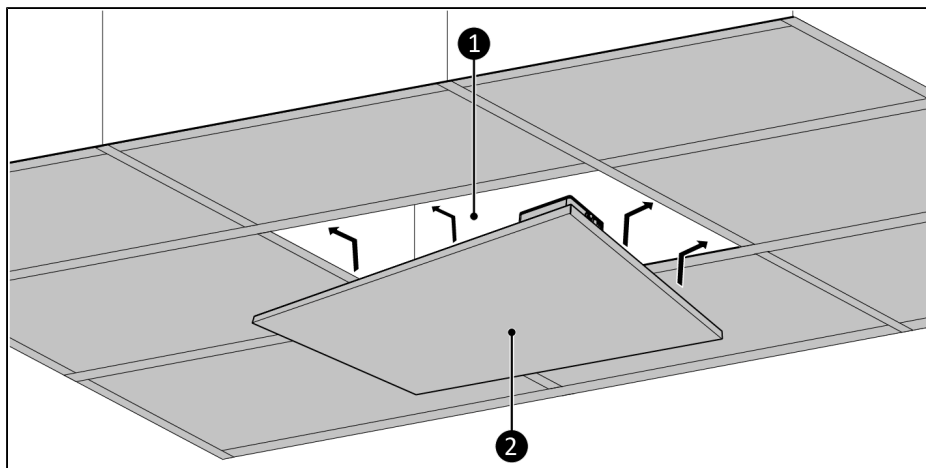

Figure 18.
1. Retirez la plaque de plafond (Figure 18, pos. 1) à l'endroit où vous souhaitez installer l'appareil.
3. Placez l'appareil avec précaution (Figure 18, pos. 2) dans le faux plafond (Figure 18, pos. 1).